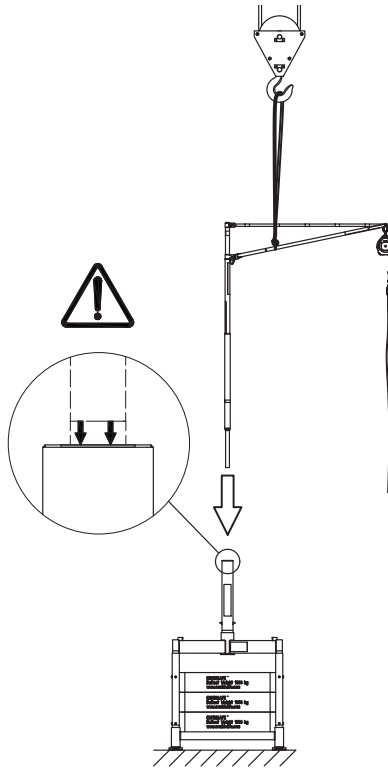

Figure 31. *Positionnement du système SkyReach sur la Colonne supérieure*
11. Utilisez une grue pour soulever le système SkyReach assemblé en plaçant le crochet de la grue sur la sangle fixée au SkyReach. Abaissez le système sur la Colonne supérieure 4.7/l'Adaptateur SkyReach 5.9. Voir Figure 31. Le cas échéant, utilisez le crochet pour guider le système SkyReach et le positionner correctement. Vérifiez que l'ancrage SkyReach est inséré sur la bonne longueur en observant l'étiquette de repérage pour l'insertion. Voir Figure 31.